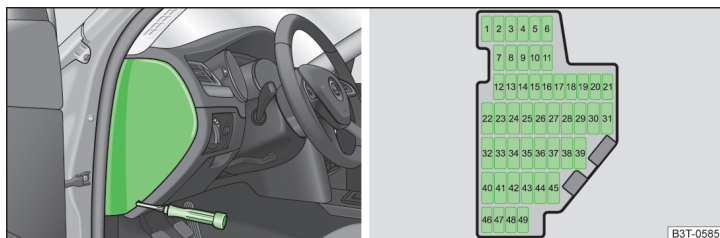

Fig. 199 Cache de la boîte à fusibles dans le tableau de bord / fusibles
- Retirez le couvercle » fig. 199.